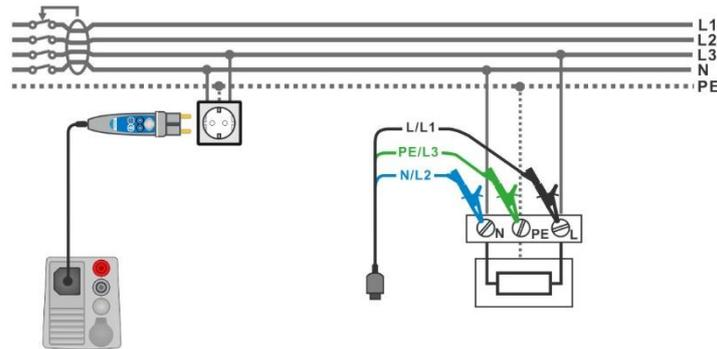

Abbildung 7.110: AUTO-TN (RCD)-Messung
- › Schließen Sie den 3-adrigen Prüflerter oder den Commander-Prüfstecker am Prüfobjekt an, siehe **Abbildung 7.110**.